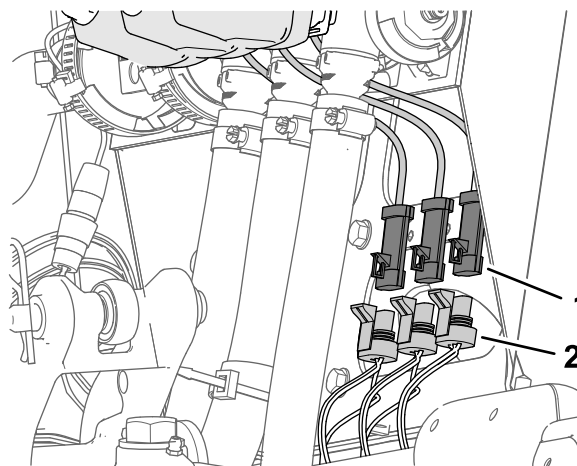

Figura 31
1. Desconecte los conectores hembra de 3 vías marcados LEFT SPRAY VALVE, CENTER SPRAY VALVE y RIGHT SPRAY VALVE del arnés de cables de la máquina de los conectores de 3 pines de los actuadores de las 3 válvulas de fumigación (Figura 31).